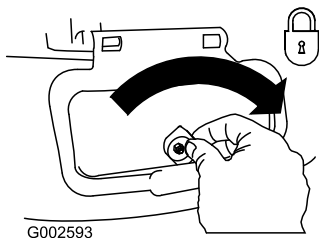

**Figure 34**
3. Montez l'éjecteur latéral et rabattez le volet sur l'éjecteur (Figure 34).